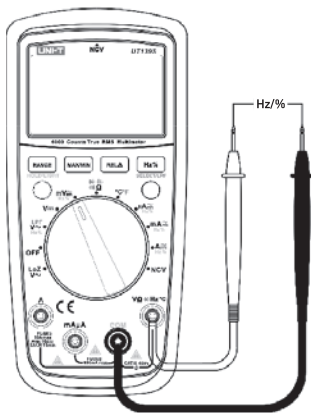

Рисунок 7
1) Установите поворотный переключатель в положение **mV** \approx , затем в режиме переменного тока нажмите кнопку **Hz/%** для переключения между измерением частоты и коэффициента заполнения (Рисунок 7).